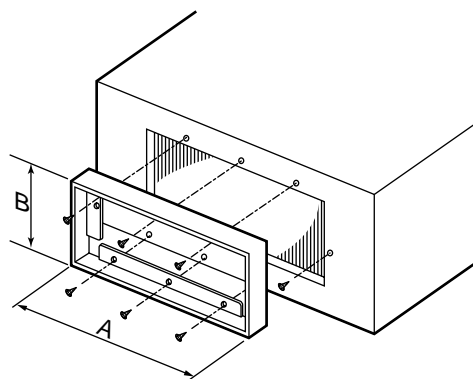

Fig. 1
- Con ayuda de 6 tornillos, monte la brida al orificio del aire de suministro de la unidad interior. (Fig. 1)